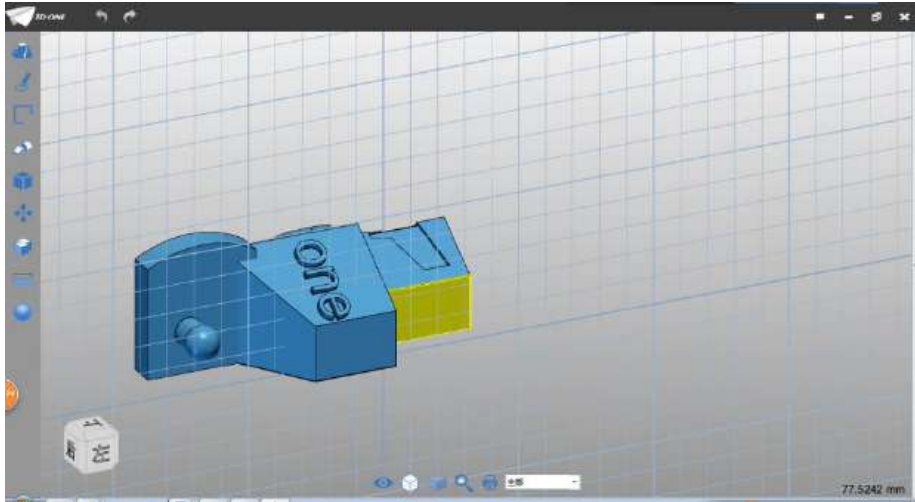

图 2-15
Step 15 选择直线命令，绘制平面如下图 2-15 所示：